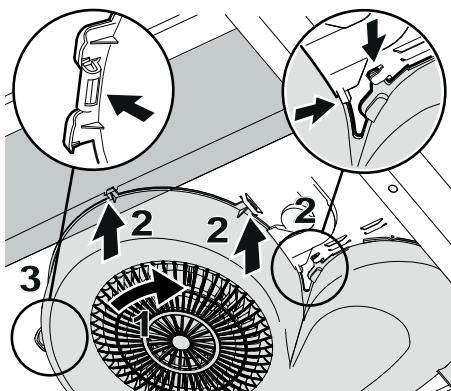

Fig.8
Se till att alla snäppen passar mot spisfläkten s flikar. Vrid in fläkthuset (1) i flikarna (2). Tryck tillbaka fläkthusets snäppa i fliken (3).Fig.8